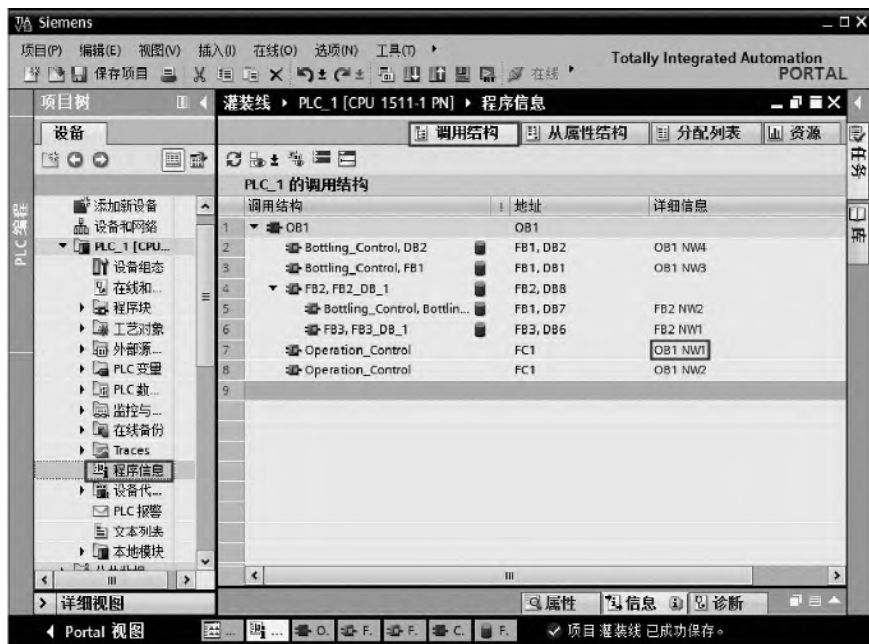

图 6-33 调用结构
“调用结构”描述了 S7 程序中块的调用层级。点击图 6-33 所示的“调用结构”标签，弹出如图所示的视窗。
- ① 所使用的块，如 OB1 中使用 FC1、FB1 和 FB2，共 3 个块。
- ② 跳转到块使用位置，如双击图 6-33 所示的“OB1 NW1”，自动跳转到 OB1 的程序段 1 的 FC1 处。
③ 块之间的关系，如组织块 OB1 包含 FC1、FB1 和 FB2，而 FB2 又包含 FB1 和 FB3。